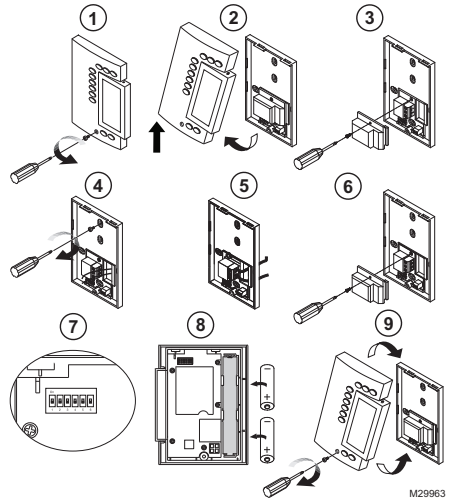

Fig. 1. Installation steps.
1. Loosen the captive screw securing the front module to the rear module as shown in Fig. 1.
1. Desserrer la vis captive fixant le module avant au module arrière, comme illustré dans la Fig. 1.